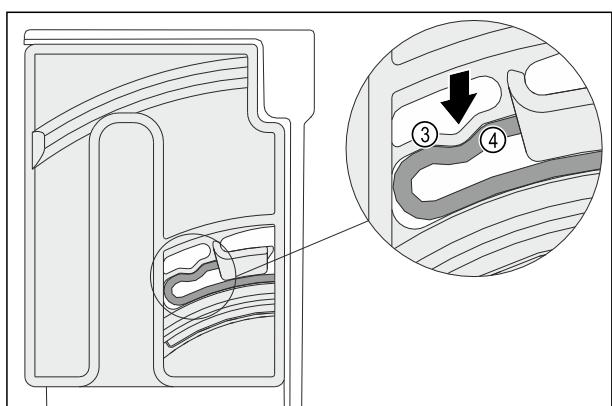

Fig. 101
- Эластичный элемент Fig. 101 (3) поворотного блока фиксируется с характерным звуком в углублении ребра Fig. 101 (4).